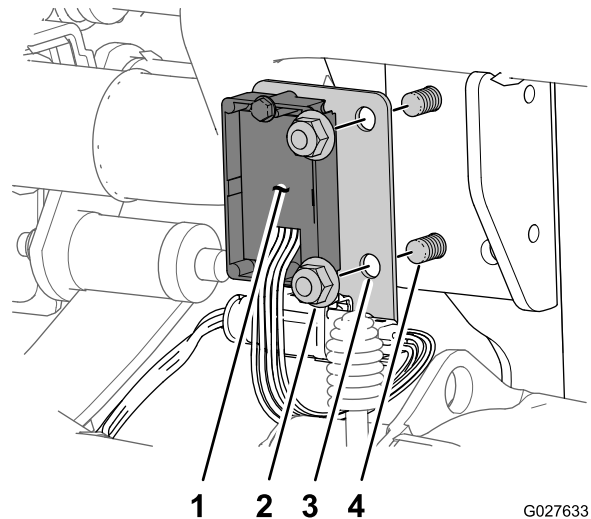

Bild 8
- Fluchten Sie die Löcher in der Halterung für das Relaissteuergerät und den Adapterkabelbaum über den zwei Schrauben aus, mit denen die Differenzialstütze an der Differenzialhalterung befestigt ist (Bild 8).
- Befestigen Sie die Halterung mit den Schrauben und Sicherungsbundmutter an der Stütze und Halterung (Bild 8).